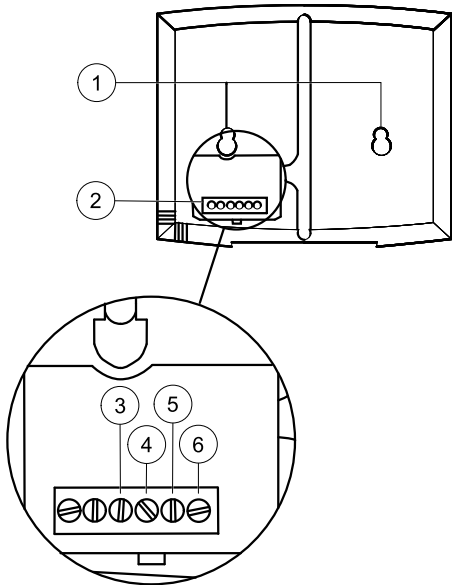

Рис. 10 Электрические соединения пульта управления
Панель управления поставляется присоединенной к контроллеру Corrigo, расположенному в соединительной коробке. Длина кабеля — 10 м. Чтобы отсоединить пульт управления от сигнального кабеля, можно отсоединить провода на его задней части (рисунок 10).
2. При необходимости просверлите в стене два отверстия для подвешивания шкафа автоматики (межцентровое расстояние – 60 мм) (поз. 1, рисунок 10).